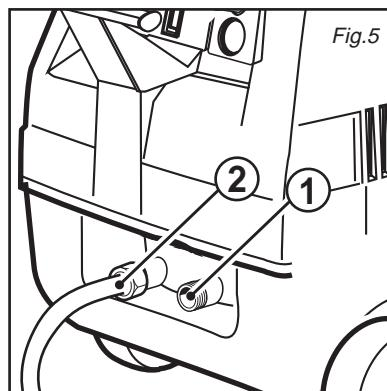

Fig.5
Conectar el tubo de entrada en la máquina (fig. 5, pos. 1) y a la red del agua (presión máx. 200 bar).